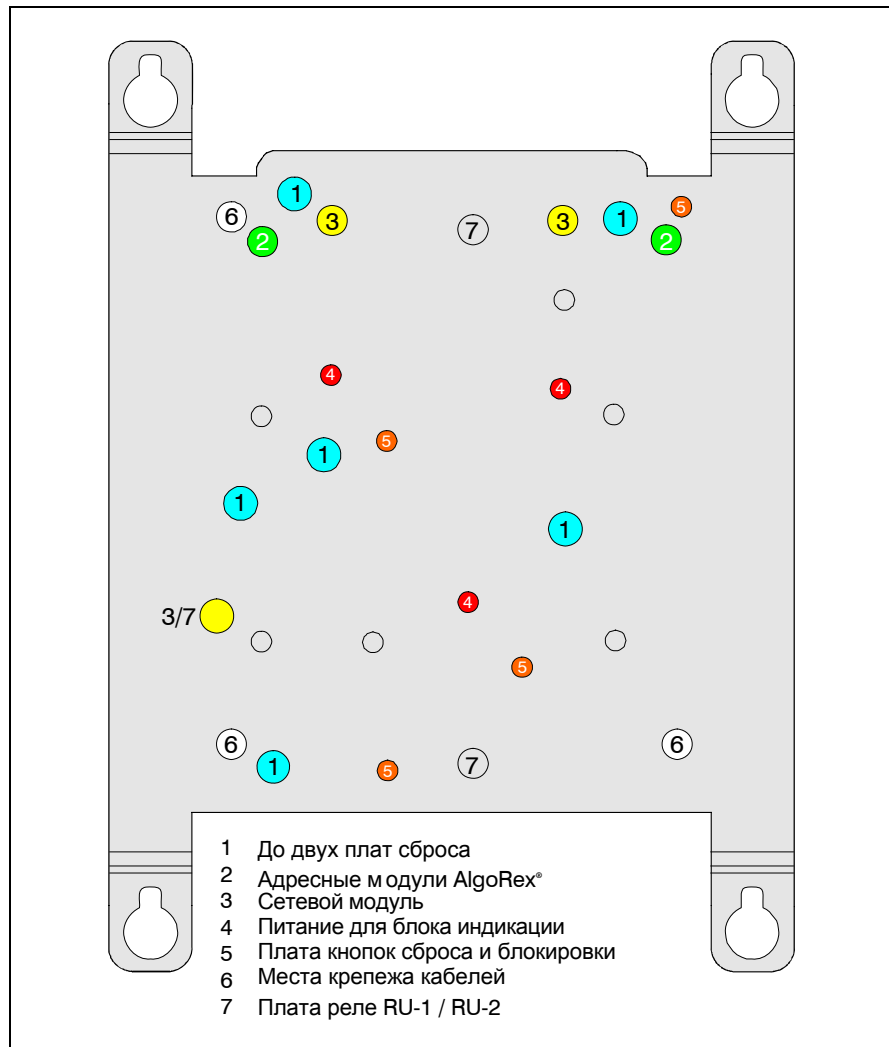

Рис. 5.8: Расположение посадочных мест для дополнительных модулей
- ❶ С помощью отвертки открутить четыре винта в крышке корпуса.
- ❷ Установить оконечное сопротивление с рассчитанным номиналом¹ R_{ER} в клеммы X1.
- ❸ Зафиксировать плату сброса в монтажной панели на трех пластиковых стойках (места стоек см. на рис. 5.8).
- ❹ Электрические соединения выполнить согласно параграфу 5.5.1.
- ❺ Закрыть крышку корпуса и закрутить на место четыре винта.
- ❶ Пользуясь отверткой, открутите четыре винта в крышке дополнительного корпуса.
- ❷ Вставьте стойки в монтажную плату на места, указанные на рис. 5.8. Закрепите плату сброса и блокировки на стойках через предусмотренные для этого отверстия на плате.
- ❸ Подключите кабель согласно нижеследующей схеме.
- ❹ Закройте крышку корпуса и закрутите обратно четыре винта до упора.
- ❷ Вставьте стойки в монтажную плату на места, указанные на рис. 5.8. Закрепите плату реле стойках через предусмотренные для этого отверстия на плате.
- ❷ Зафиксируйте адресный компонент на монтажной плате, используя крепеж из монтажного набора (точки крепежа указаны на рис. 5.8).
- 2 Установите сетевой модуль в дополнительный корпус TITANUS MICRO·SENS® (места установки см. на рис. 5.8).